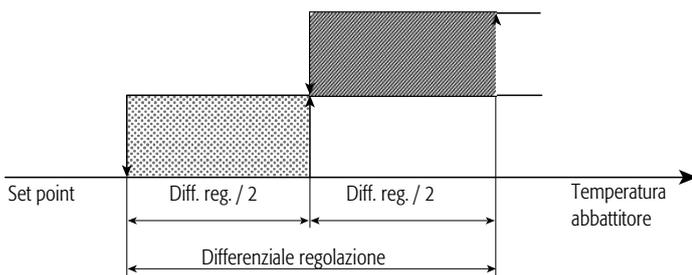

Fig. 4.4 Regolazione temperatura con seconda fase.
- se invece non è stata selezionata la modalità di lavoro in parallelo, allora la regolazione della temperatura segue lo schema di fig. 4.4; il differenziale per ogni fase è metà del differenziale regolazione mentre il set point per la seconda fase è uguale al set point della regolazione sommato a metà del differenziale regolazione.